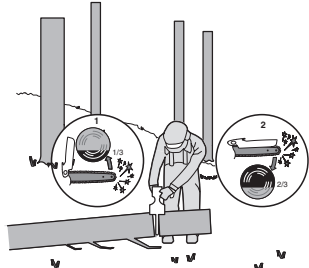

Fig 3
Lorsque le rondin est soutenu par une extrémité, comme illustré sur la Figure 3, coupez  $1/3$  du diamètre de la face du dessous (depuis le bas) (1). Puis, terminez la coupe en coupant par le haut (2) pour rejoindre la première coupe.